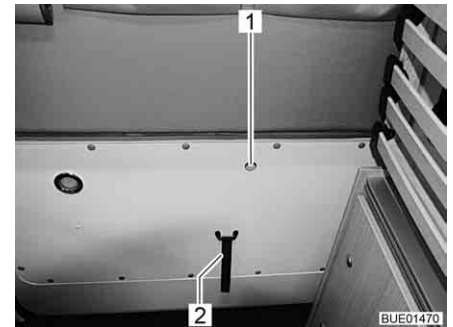

Fig. 35 Sbloccaggio del cofano posteriore, interno
- Tirare verso l'alto con il dito la levetta nell'apertura (Fig. 35,1) e contemporaneamente spingerla contro il cofano posteriore.
- Afferrare il bordo del cofano posteriore o l'asola (Fig. 35,2) e chiudere il cofano posteriore.